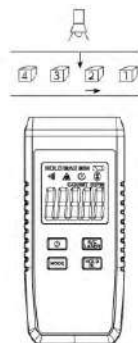

Рис. 5
- 2) Закрепите оптический источник в таком положении, чтобы он находился на противоположной стороне объектов и напротив измерительного устройства. (Рис. 5).